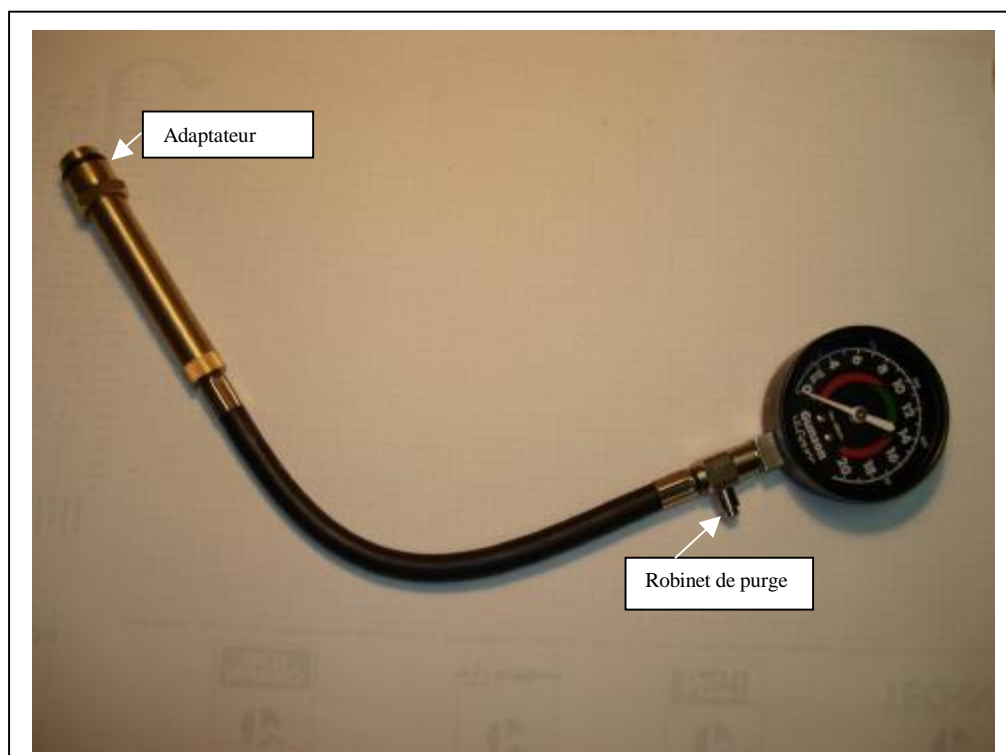

Figure 1
- 2) **Matériel** : Il faut disposer d'un manomètre gradué jusqu'à 20 bars minimum , d'un tuyau flexible muni d'un robinet de purge et d'un adaptateur permettant de fixer le tuyau sur le cylindre à la place d'une bougie.(voir figure 1)